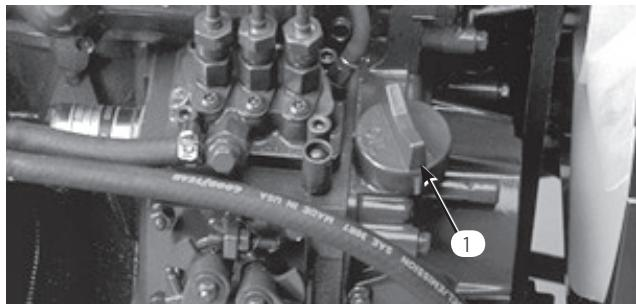

図 26
3. 不足している場合は補給口キャップ(図26)をとり、ディップスティックの Full 位置まで少量ずつオイルを補給する；補給中、ディップスティックで何度も油量を確認しながら入れること。